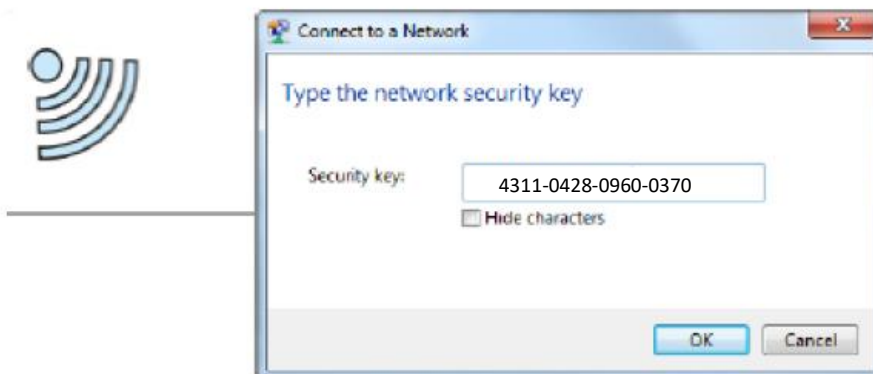

Figure 8
- Se connecter sur l'onduleur au réseau Wifi suivant, à l'aide de l'ordinateur « ABB-XX.XX.XX.XX » créé par l'onduleur. Le mot de passe du réseau Wifi est le **Product Key** indiqué sur le côté gauche de l'onduleur « PK ». (À renseigner avec les tirets (cf. Figure 8)) ou à l'aide du QR code qui se trouve sur la carte de COM dans l'onduleur (à flasher avec son téléphone depuis l'application QR code disponible sur apple store ou play store)